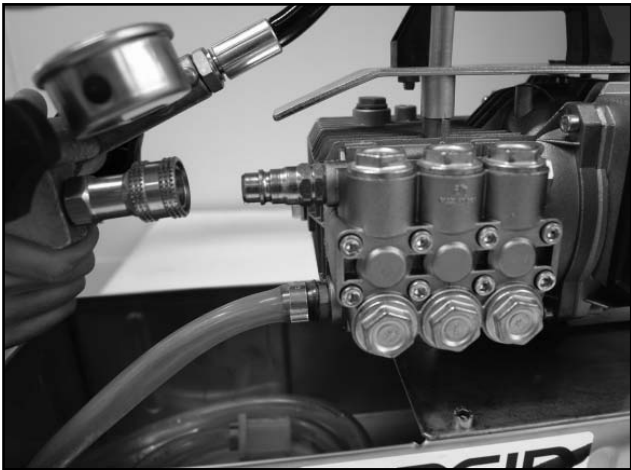

Fig. 4
7. Выключить насос и начать испытание на герметичность. Блок управления можно отсоединить от насоса (см. рис. 4).